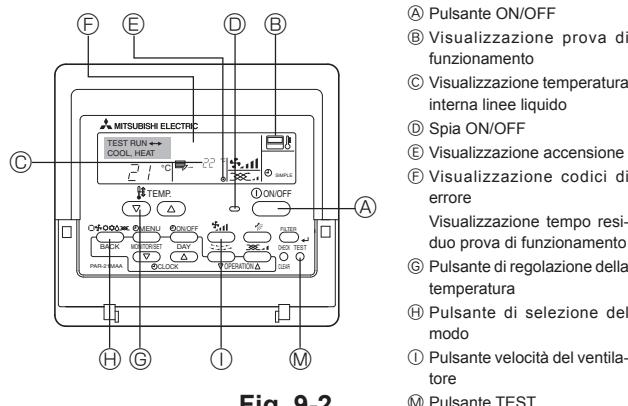

Fig. 9-2
9.2.2. Comando a distanza con filo (Fig. 9-2)
- ① Inserire l'alimentazione almeno 12 ore prima della prova di funzionamento.
- ② Premere due volte il pulsante [TEST]. → Display a cristalli liquidi "TEST RUN"
- ③ Premere il pulsante [Mode selection] (selezione modalità). → Accertarsi che il vento venga soffiato fuori.
- ④ Premere il pulsante [Mode selection] (selezione modalità) e passare alla modalità raffreddamento (o riscaldamento). → Accertarsi che il vento freddo (o caldo) venga soffiato fuori.
- ⑤ Premere il pulsante [Fan speed] (velocità del vento). → Accertarsi di commutare sulla velocità del vento.
- ⑥ Controllare il funzionamento del ventilatore della sezione esterna.
- ⑦ Rilasciare il pulsante della prova di funzionamento, premendo il pulsante [ON/OFF]. → Stop
- ⑧ Registrare un numero di telefono.